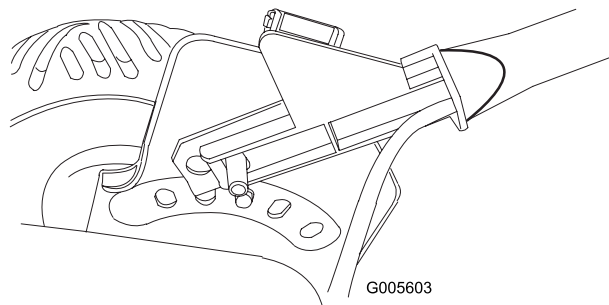

Figura 5
3. Tenete saldamente l'estremità sinistra della stegola inferiore, infilate il guidacavi sull'estremità destra della stegola inferiore, spingete verso l'interno l'estremità della stegola ed il guidacavi, e montateli sul perno della staffa destra della stegola (Figura 5).